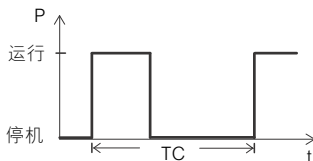

图 9 S3 运行
S3 的运行是一系列相同的占空比 (TC)，每个都有一段恒定负载，随后是休息期。在循环过程中没有达到热平衡。见图 9。